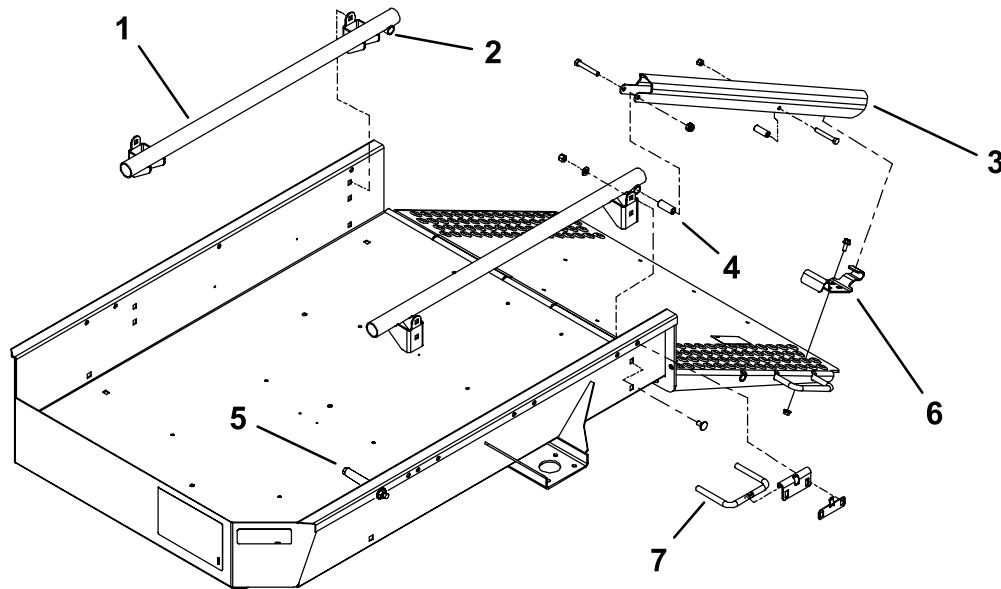

图1
2. 卸下将装载斜面固定至各个管组件后部的平头螺丝 $\frac{3}{8}$ x 2 $\frac{1}{2}$ 英寸、隔片、垫圈及锁紧螺母 图1。
3. 卸下将锁定支架固定至斜面的凸缘头螺丝 $\frac{5}{16}$ x $\frac{3}{4}$ 英寸和凸缘螺母 图1
4. 卸下将拖车止动器固定到拖车两侧的平头螺丝和螺母 图1。
5. 卸下将管组件安装支架固定到拖车两侧的 4 个托架螺栓、扁平垫圈和锁紧螺母 图1。
6. 从拖车两侧拆下车轮杆和支架 图1。
9. 使用平头螺丝3/6-16 x 2½ 英寸、隔片、垫圈和锁紧螺母将装载斜面安装到各个管组件的后部图1。
10. 将锁定支架放到斜面两侧让它们与装载斜面的下面对齐接合装载斜面的涂色销使之与斜面的孔对齐图1和图3。仅使用每个锁定支架的1组安装孔。
11. 使用凸缘头螺丝5/16-18 x ¾ 英寸和凸缘螺母将每个锁定支架松松地安装到斜面上 图1 和 图3。
12. 提起并锁定斜面。调节锁定支架使它们与涂色销接合然后拧紧凸缘螺丝和螺母 图1 和 图3。
13. 使用之前拆下的支架和紧固件将较长的新车轮杆安装到拖车两侧的前后安装孔组 图1 和 图2。